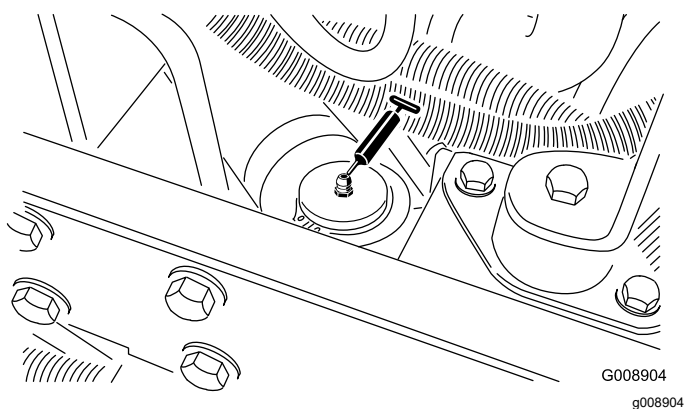

Figura 66
- Cilindro de direção (Figura 66).